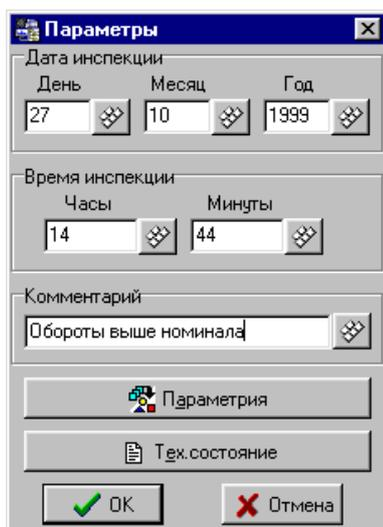

Рис.2.5. Атрибуты инспекции.
1.2.2. Для изменения атрибутов инспекции (даты, времени, комментария к инспекции) выбрать нужную инспекцию и нажать клавишу **Enter** или выбрать последовательно пункты меню **Правка/Редактировать объект**. В открывшемся окне (рис.2.5) скорректировать информацию и нажать кнопку **ОК**, для отказа от сохранения - кнопку **ОТМЕНА**.